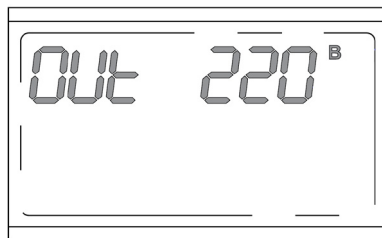

Рисунок 14. ЖК-дисплей в режиме настройки выходного напряжения
2. Дождаться щелчка (3 секунды после перевода автоматического выключателя «Байпас» в положение ON («I»)) и двойным быстрым нажатием кнопки  перевести ЖК-дисплей в режим настройки выходного напряжения (**рисунок 14**).